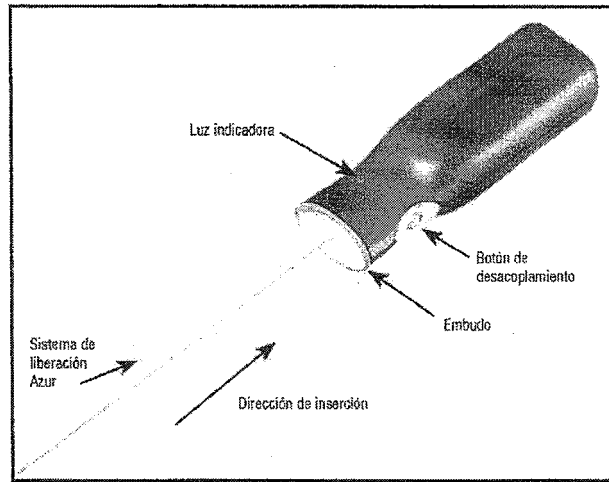

Figura 2 – Controlador del desacoplamiento Azur
14. Antes de utilizar el dispositivo, saque el extremo proximal del sistema de liberación del aro dispensador. Tenga cuidado de no contaminar este extremo del sistema de liberación con sustancias extrañas, como sangre o medio de contraste. Introduzca firmemente el extremo proximal del sistema de liberación en la parte en forma de embudo del controlador del desacoplamiento Azur. Vea la figura 2. **No presione todavía el botón de desacoplamiento.**
31. Conecte el extremo proximal del sistema de liberación al controlador del desacoplamiento Azur introduciendo firmemente el extremo proximal del sistema de liberación en la parte en forma de embudo del controlador del desacoplamiento Azur Detachable. Vea la figura 2.